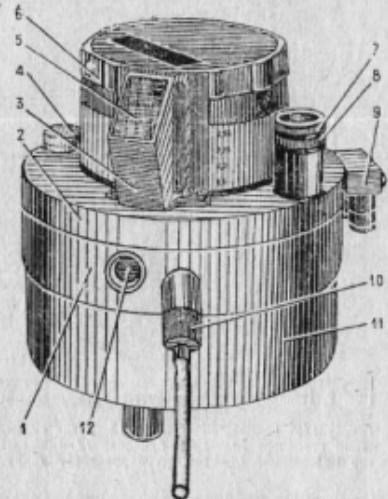

Рис. 1. Испаритель «Аnestezist-1»:
4.1. Конструктивно испаритель (рис. 1) состоит из камеры испарения 1, крышки 2 и водяной рубашки 11. На крышке 2 камеры испарения 1 сверху установлены съемная цилиндрическая шкала 6, щиток со смотровой призмой 3, термометр 5, горловина залива наркотического средства 8 с фильтром 7 и горловина залива воды 4. К боковой поверхности испарителя крепится колодка 9 с входным и выходным штуцерами,